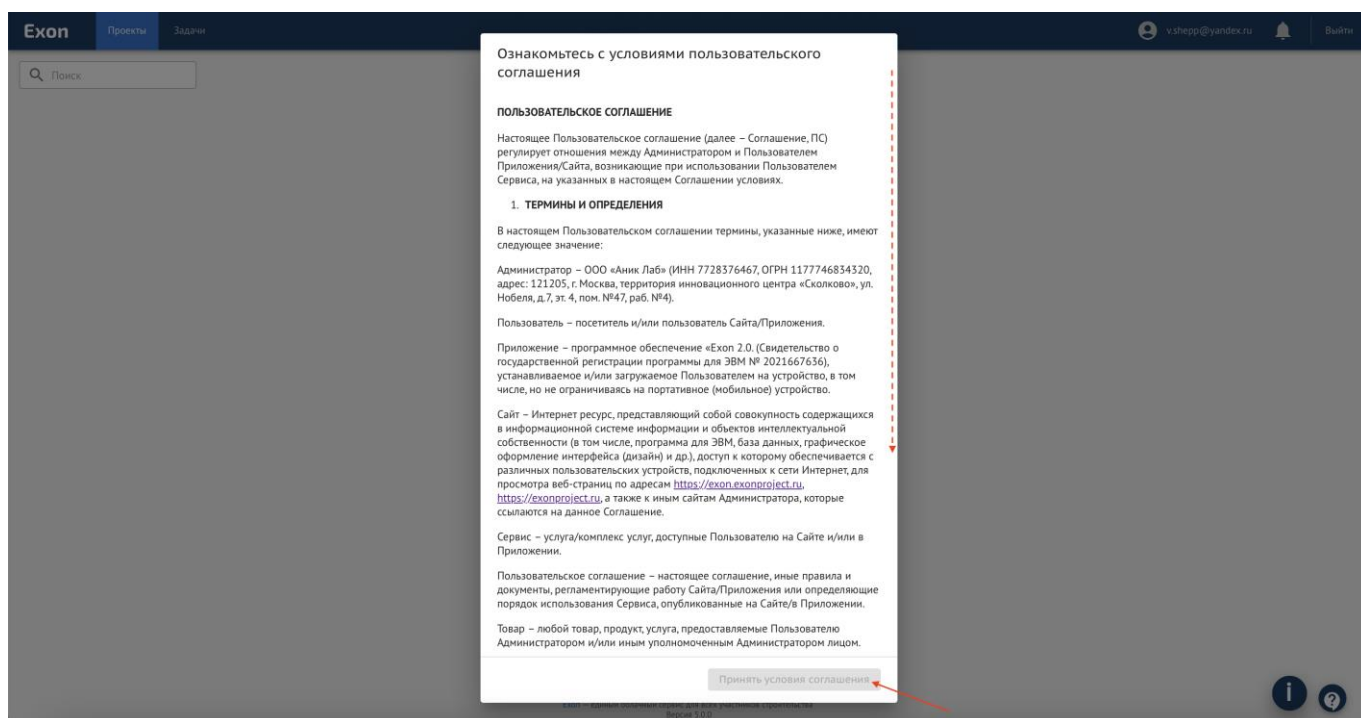

Рис. 6 – Ознакомление с условиями пользовательского соглашения
7. В открывшемся окне интерфейса системы, необходимо ознакомиться с условиями пользовательского соглашения (рис. 6);